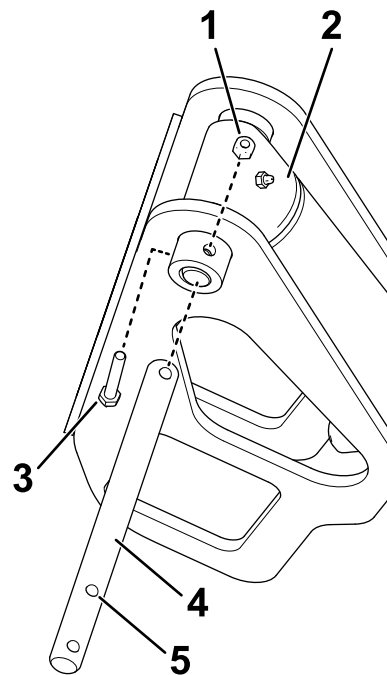

Figura 1
2. Retire el perno y la tuerca que sujetan el pasador del cilindro de inclinación superior en la unidad de tracción (Figura 1).
4. Coloque el nuevo pasador en su posición y fíjelo con el perno y la tuerca que retiró anteriormente, utilizando el taladro del medio del pasador (Figura 1).